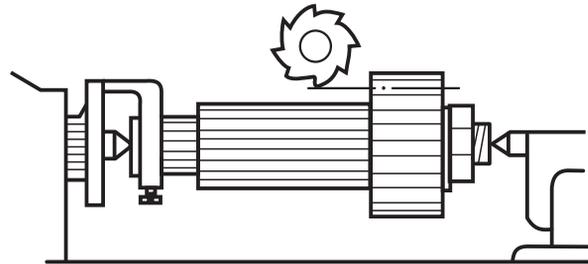

Fig. 8
- a) Frese el primer diente con movimiento con avance manual. (Fig. 8).